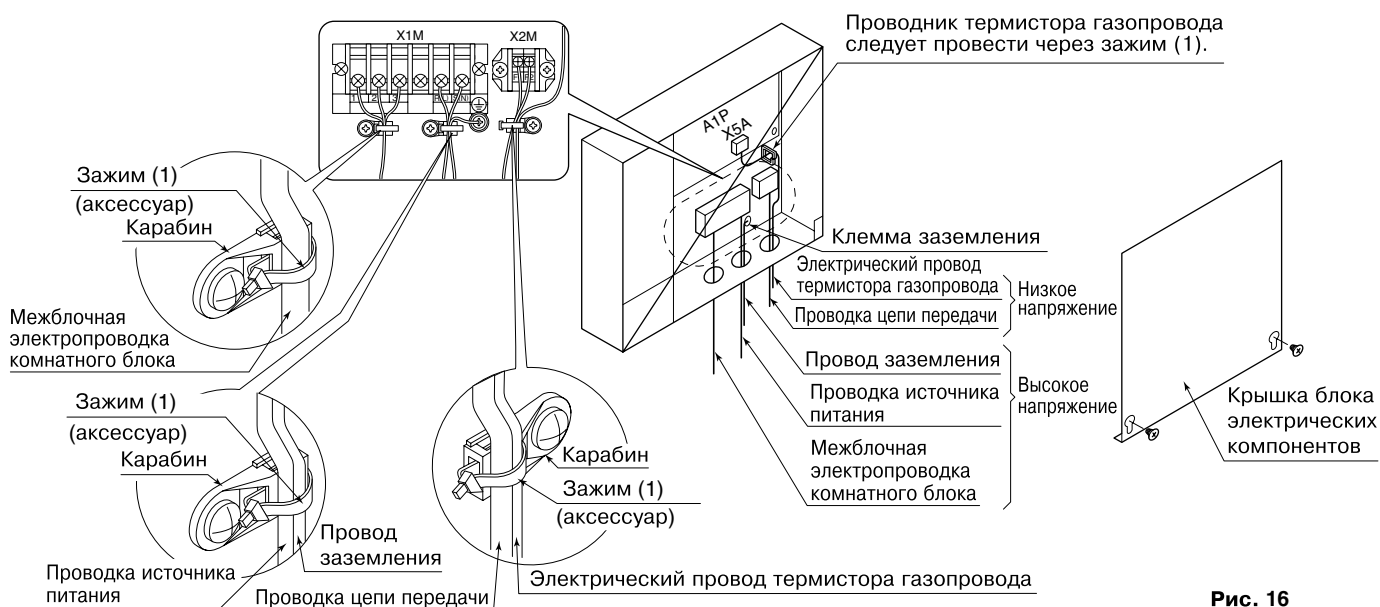

Рис. 16
- Как показано на рис. 16, ослабьте крепление двух винтов в крышке блока электрических компонентов, снимите ее и выполните операции электрического монтажа.